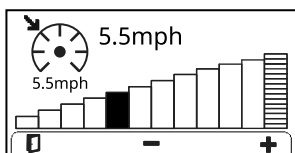

Bild 29
- **Tempomat-Anzeige (Bild 29):** Wird angezeigt, wenn der Tempomat eingeschaltet ist (während Sie sich nicht in einer anderen Menüanzeige befinden) oder wenn Sie bei eingeschaltetem Tempomat die Taste drücken.